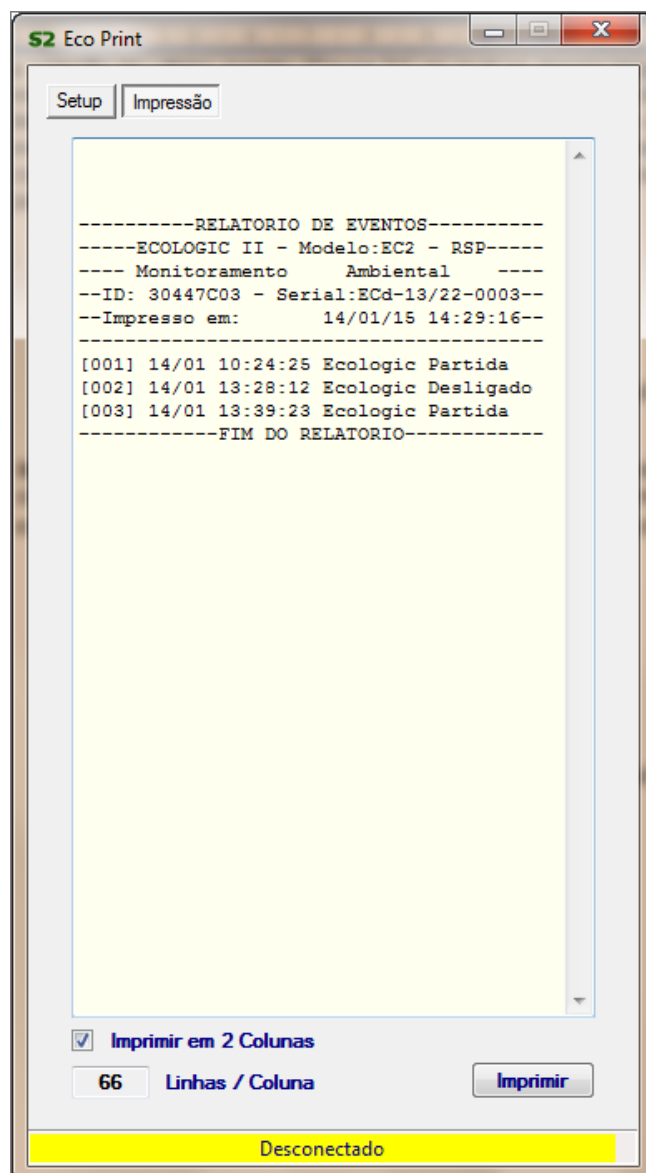

Figura 37 Relatório de Eventos Eco Print
- 7 – **Impressão:** Após a seleção dos eventos inicial e final a tela abaixo é exibida onde a barra de progresso representa a porcentagem de eventos transferidos. A Figura 37 exemplifica um relatório emitido pelo *Ecologic MFA* através do software Eco Print.